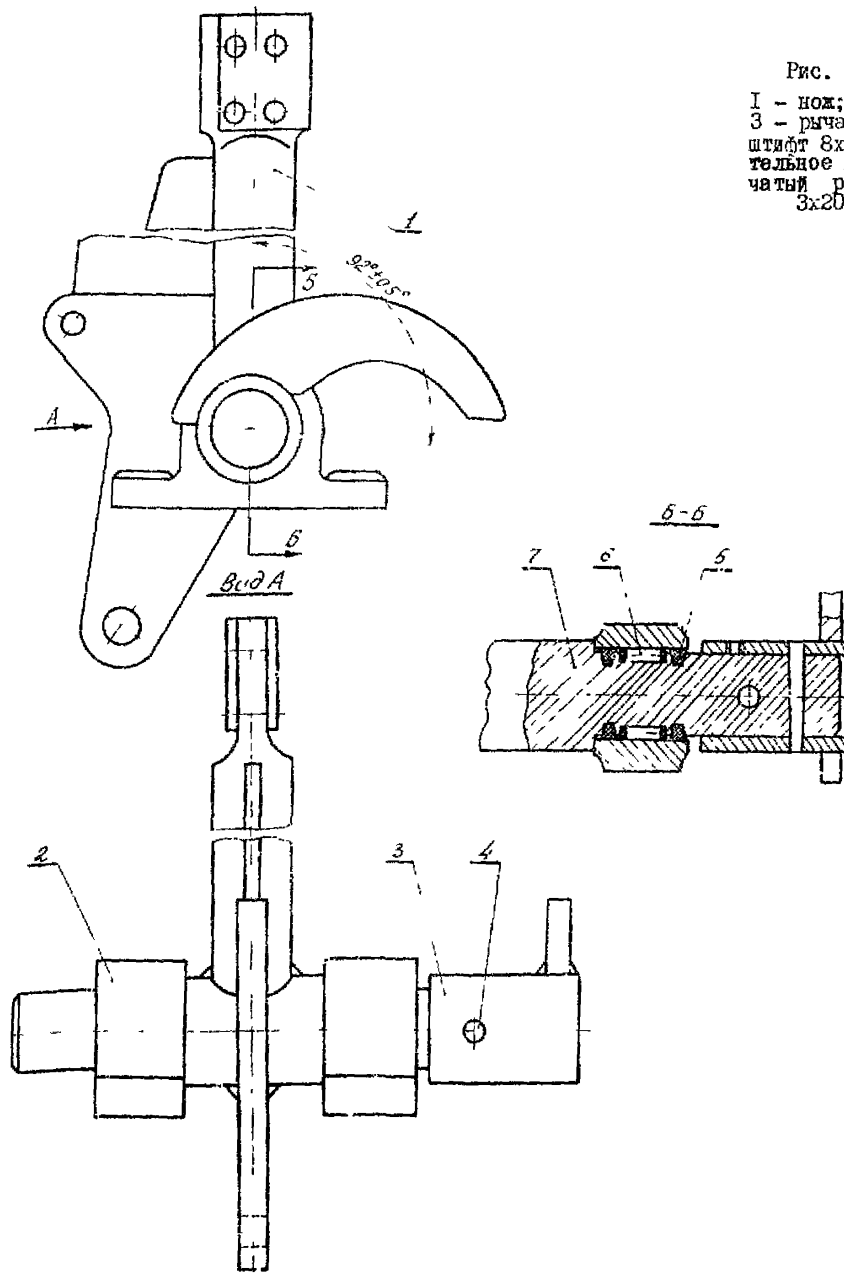

Рис. 14. Нож:
05.1. Выбить штифты 4 (рис. 14) и снять рычаг 3 с вала 7.